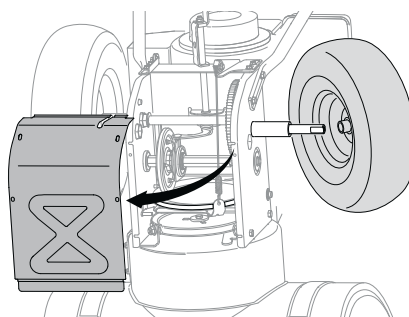

Figure 4-15
4. Retirez les vis autotaraudeuses qui fixent le couvercle du châssis sous l'appareil, puis retirez le couvercle du châssis. \* Voir Fichier 4-4. Retirez la vis et la rondelle Belleville qui fixent la roue droite à l'essieu, puis enlevez la roue droite. Voir Figure 4-15.